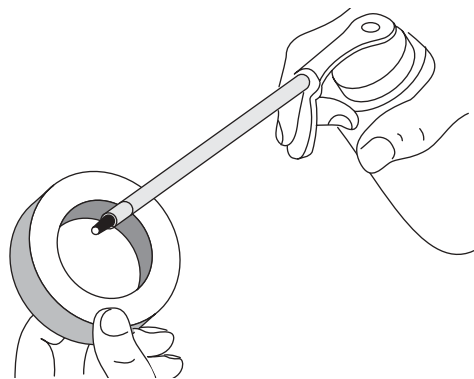

Fig. 24
4. Aplique óleo limpo suficiente para lubrificar ligeiramente o filtro (Fig. 24).